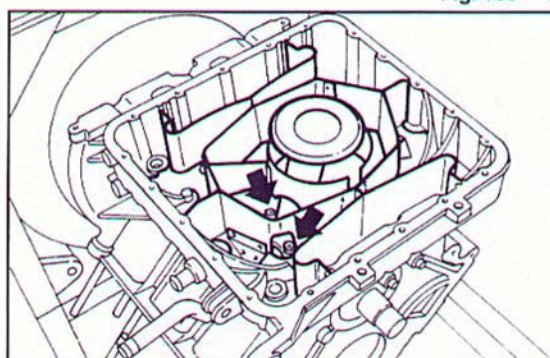

Fig. 160 ▼
- inserire nelle apposite guide la paratia anti-sbattimento olio e il pescante olio, serrando le due brugole di fissaggio (Fig. 160);
- insert the oil splash-baffle and the oil suction pipe in their guides, tightening the two Allen screws (Fig. 160);